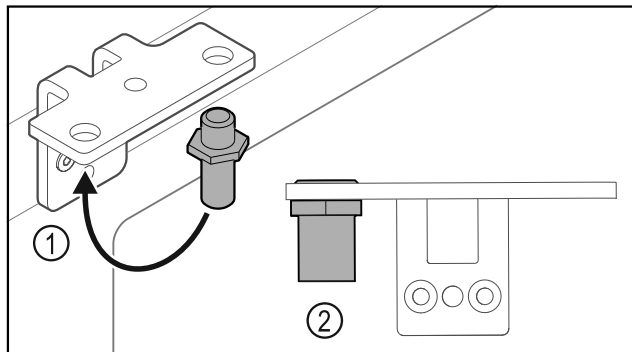

Fig. 28
- Sworznie Fig. 28 (1) przełożyć do zawiasu.
- Sworznie Fig. 28 (2) dokręcić z **momentem obrotowym 12 Nm**.